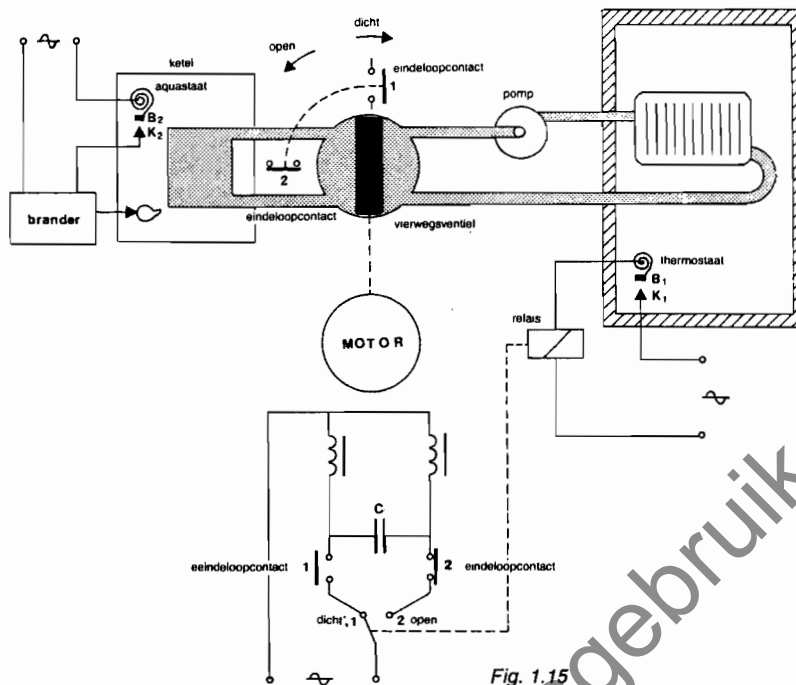

Fig. 1.15
5. Centrale verwarming met vierwegskraan. Fig. 1.15.